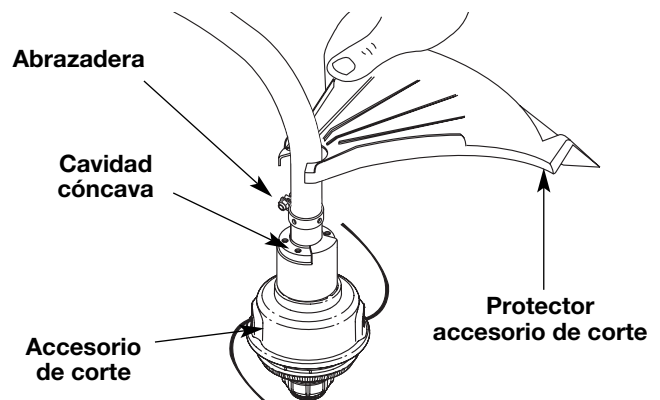

Fig. 4
1. Coloque el protector accesorio de corte sobre el bastidor del eje por encima del ensamble de la abrazadera (Fig. 4).
2. Empuje el protector accesorio de corte hacia abajo hasta la parte superior del ensamble del accesorio de corte y luego gire el protector accesorio de corte hasta que los orificios de los tornillos se alinean y la protección calza en la cavidad cóncava (Fig. 4).